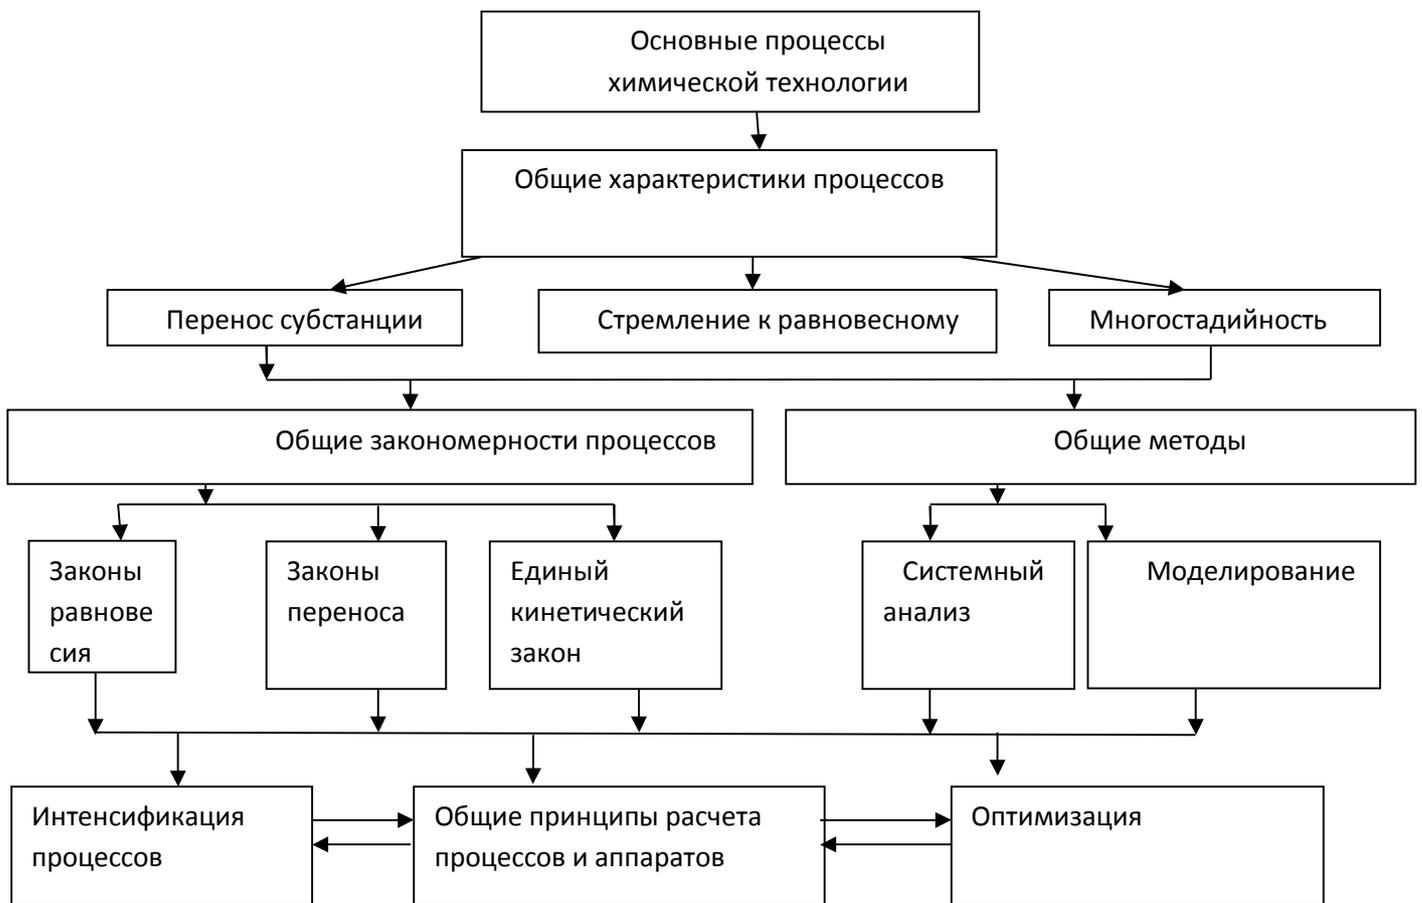

Рисунок 1.1- Структурно-логическая схема модуля "Общие закономерности и принципы анализа и расчета процессов химической технологии"
*Теоретической основой* (см. рисунок 1.1) всех технологических процессов являются законы сохранения, равновесия и переноса субстанций (для химических процессов - еще и законы химической кинетики).